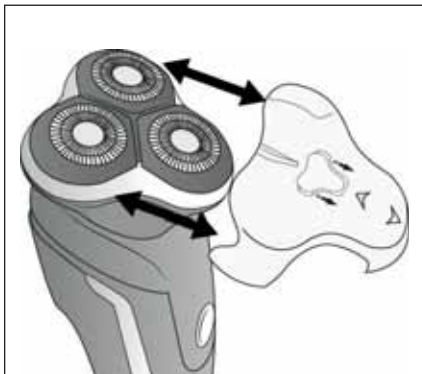

Bild 1
- ◆ Ta av skyddskåpan **1** från skärenheten **2** genom att dra den nedåt (se bild 1).